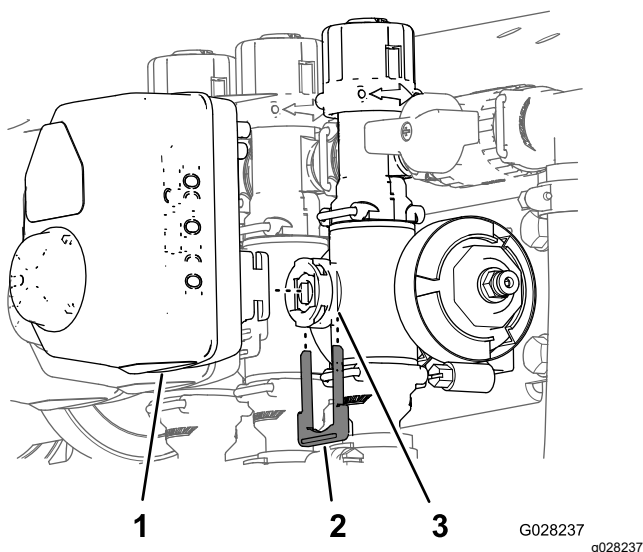

Figura 66
3. Retire o retentor que fixa o acionador à válvula do coletor para válvula de controlo de aplicação, agitação, mestre ou válvula da secção (Figura 66).